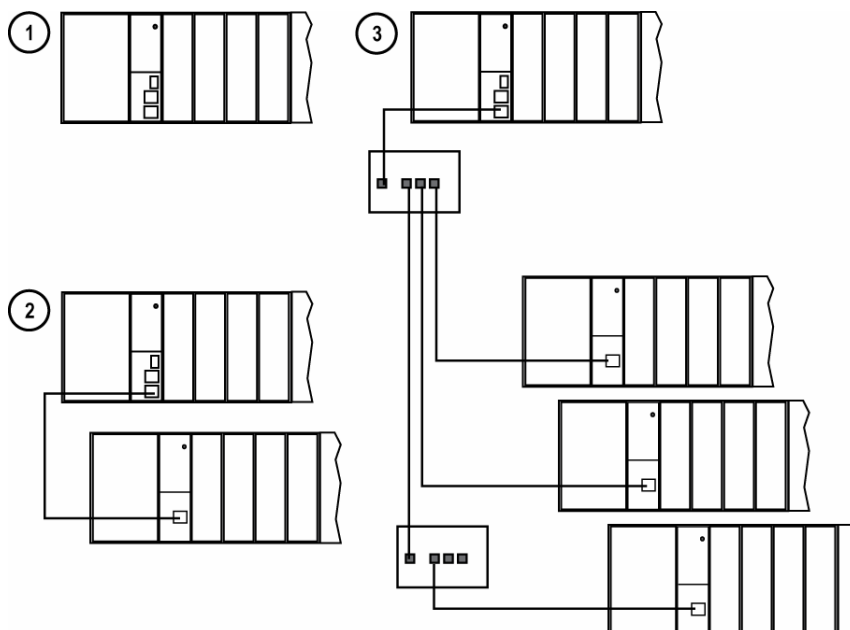

Figura 18 – Configurazioni del regolatore HC900
Esempi di configurazioni di espansione I/O del regolatore HC900 sono illustrati nella Figura 18.
Nella Figura 18, qualsiasi rack illustrato nella configurazione di un controller può avere versioni a 4, 8 o 12 slot.
- Nella Figura 18, qualsiasi rack illustrato in ciascuna configurazione di controller può essere nelle versioni a 4, 8 o 12 slot. Alimentazione I/O ridondante non disponibile con la versione a 4 slot.